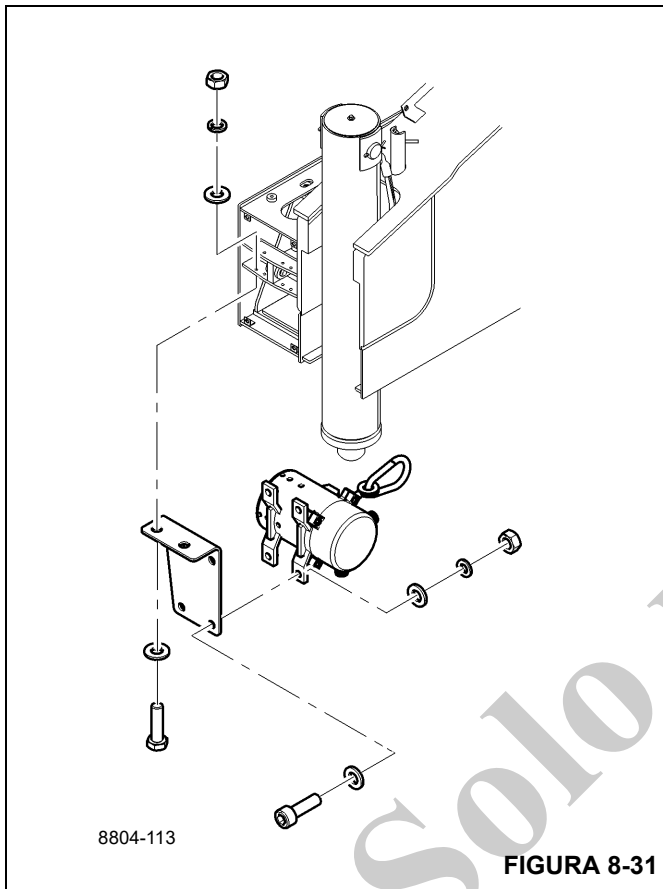

FIGURA 8-31
2. Retire el conector de potenciómetro del OMS (vea la Figura 8-31) del punto de conexión en la viga del estabilizador.
1. Instale el potenciómetro del OMS en la escuadra de montaje usando cuatro tuercas, ocho arandelas y cuatro pernos (vea la Figura 8-31).